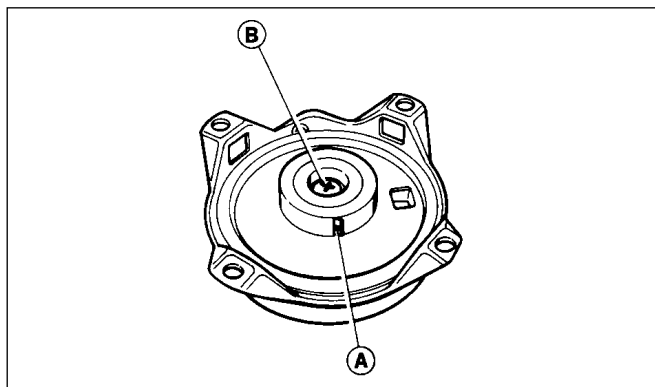

Abb. 1
- Die Mitnehmerklinke **A** (Abb. 1) muß beim langsamen Anziehen des Seilzug hervortreten. Kann der Seilzug nicht betätigt werden, prüfen Sie, ob die Sicherungsschraube **B** des Wickelkerns mit dem korrekten Drehmoment angezogen wurde. Das Anzugsdrehmoment sollte 0,5 - 0,6 kg (45/55 inch lbs) betragen.
- Falls die Mitnehmerklinke auch nach Anziehen der Schraube **B** (Abb. 1) nicht funktioniert, bauen Sie den Starter nachstehender Beschreibung entsprechend auseinander. Beziehen Sie sich hierfür auf die Einzelteildarstellung in Abb. 2.